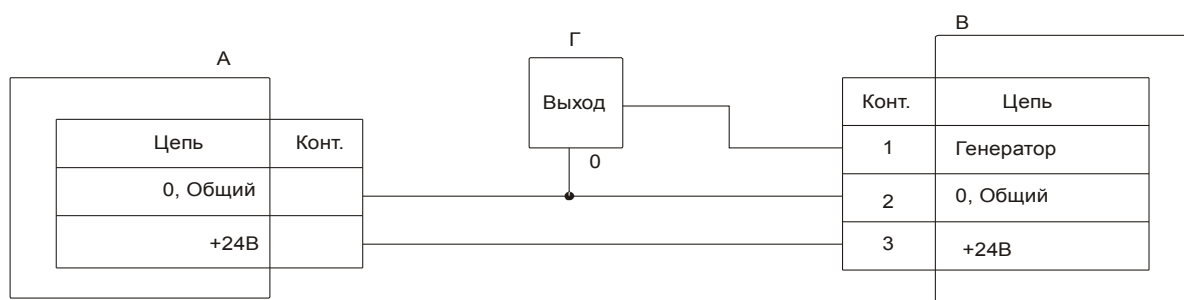
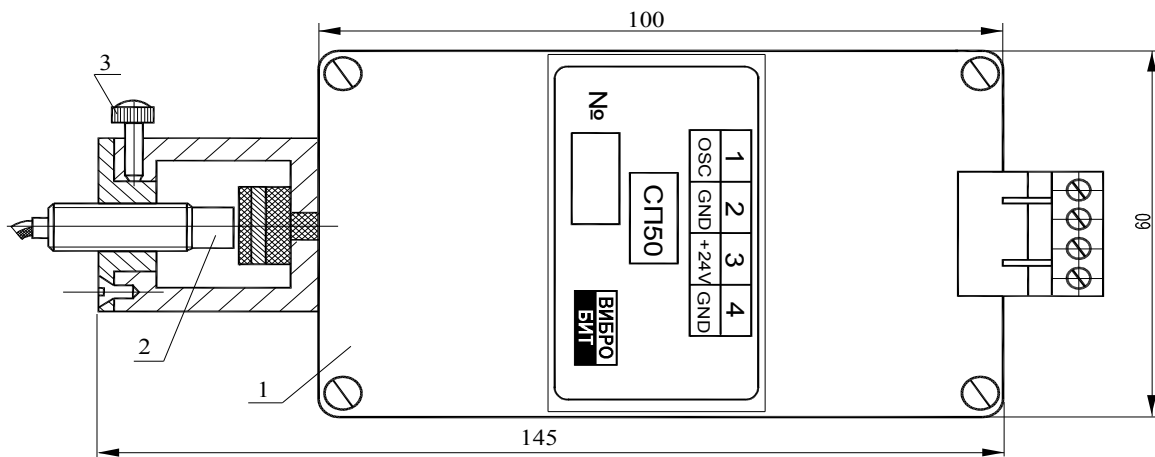

Рис. 11: Схема подключения СП50
Рис. 14: СП50
3. Проверку необходимо производить с помощью приспособления СП50 (см. рис. 14). Подключить СП50 к источнику питания и генератору по электрической схеме в соответствии с рис. 11. Установить на выходе генератора сигнал синусоидальной формы частотой 10 Гц и напряжением СКЗ 1В. Датчик ДВТ10, ДВТ30 установить в приспособление активных потерь СП50 в соответствии с рис. 14. Глубина установки датчика в СП50 должна быть такой, чтобы на выходе компаратора были прямоугольные импульсы $0,5T_n$, с частотой 10 Гц. Собрать схему, согласно рис. 12. Данная схема реализуется при помощи стенда СП43. Генератором последовательно установить ряд значений частоты равных: 12,5; 25; 50; 75; 100 % диапазона измерения. По цифровому индикатору модуля и миллиамперметру (унифицированный выход) снять показания оборотов и унифицированного сигнала.